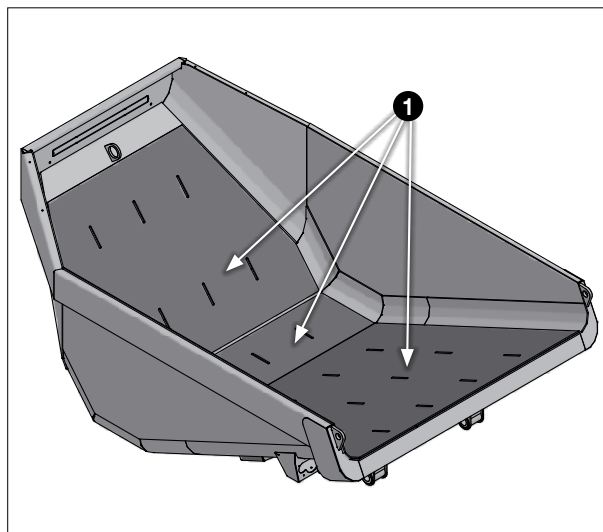

Fig. 111
Flaket kan förstärkas med 8 mm Hardox-plattor, se pos. 1 fig. 111.